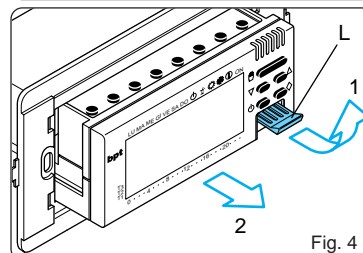
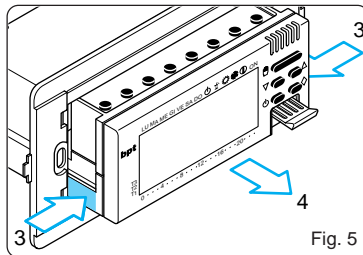

Fig. 4
Fig. 5
- Sollevare la linguetta L ed estrarre il corpo dell'apparecchio dal telaio fino all'arresto (fig. 4) e quindi, premendo sulle due alette laterali in corrispondenza del simbolo  (fig. 5), estrarlo completamente.